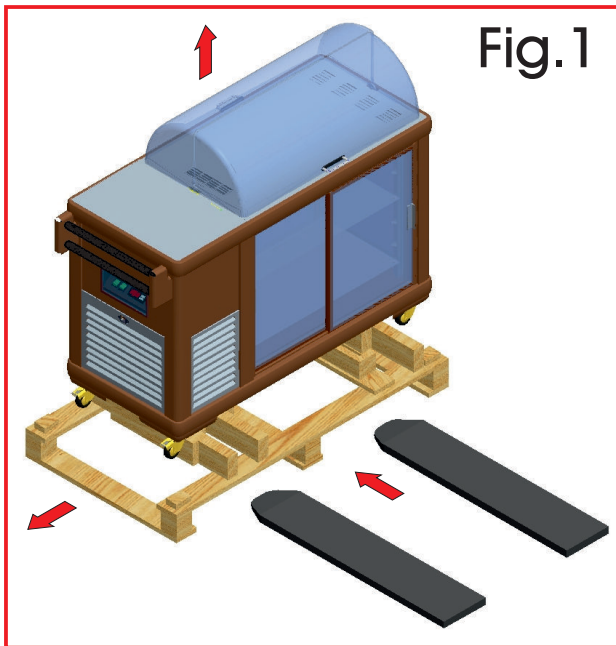

Fig.1
1. Tagliare la reggia, sfilare la scatola verso l'alto. 2. Togliere i cristalli e le buste posti sul piano. 3. Infilare le forche del sollevatore fra apparecchiatura e pallet o cassa (Fig.1), facendo attenzione a non danneggiare il cavo d'alimentazione. 4. Sollevare l'apparecchiatura. 5. Eliminare il pallet o cassa. 6. Posare l'apparecchiatura su un piano livellato orizzontale. 7. Fare attenzione a non lasciare niente nell'imballo prima di buttarlo. 8. Separare i materiali dell'imballaggio secondo la composizione in modo da facilitarne lo smaltimento.